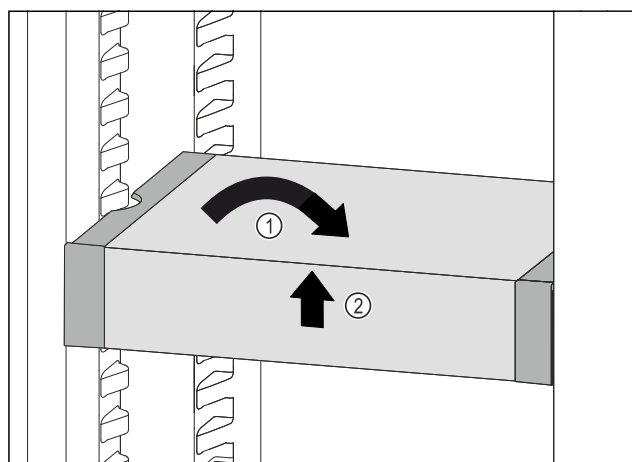

Fig. 113
- ▶ 将 VarioSafe 放平。Fig. 113 (1)
- ▶ 抬起 VarioSafe 前部。Fig. 113 (2)